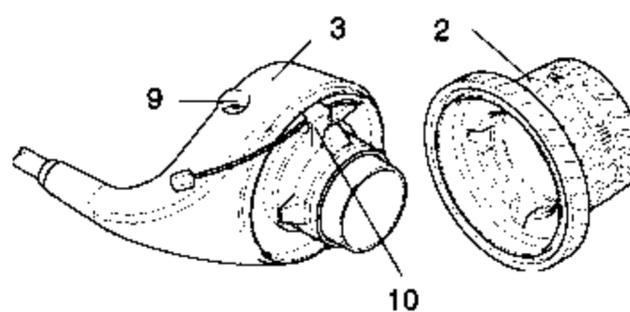

Bild 4
- Seilnippel aus der Führung (10) schieben und Seil herausziehen.
- Gehäuse und Drehteil wieder zusammenführen und der Form entsprechend in Verrastung drücken. (Bild 4)